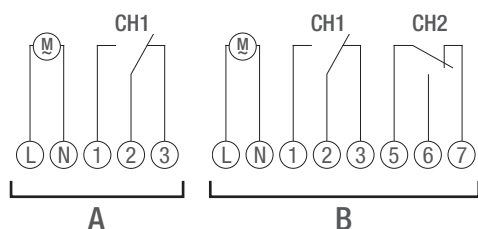

Fig. 9: Esquema de conexiones
3. Conecte el temporizador según el esquema de conexiones (fig. 9/A) o bien (Fig. 9/B).